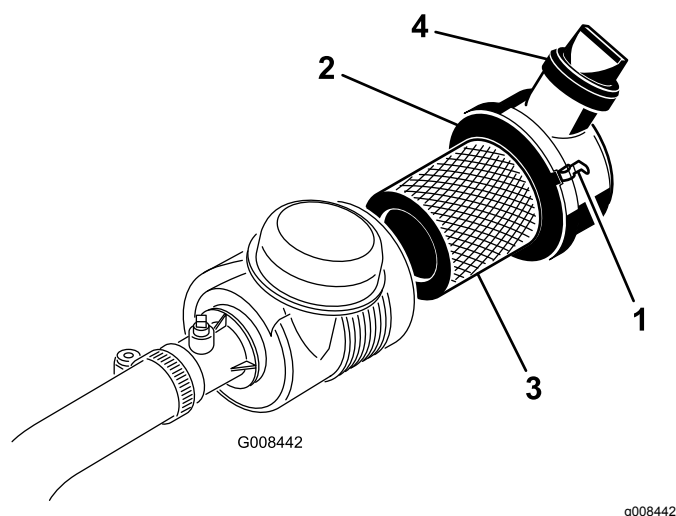

図 38
- エアクリーナのカバーをボディーに固定しているラッチを外す 図 38。
7. カバーを取り付け、ラッチを掛ける 図 38。